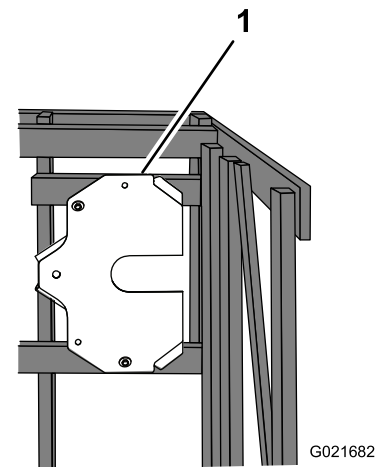

Bild 10
- Entfernen Sie die Schrauben, mit denen die Befestigungsplatte an der Kiste befestigt ist. (Bild 10).